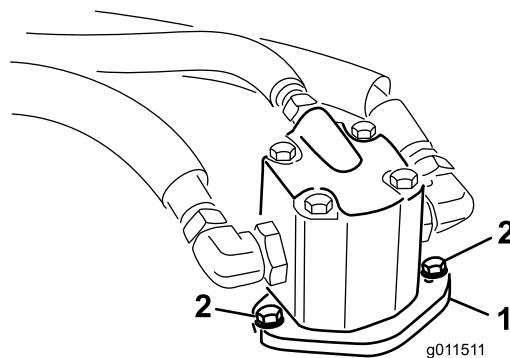

Figura 102
- Rimuovete i bulloni che fissano il motore idraulico al piatto di taglio (Figura 102).